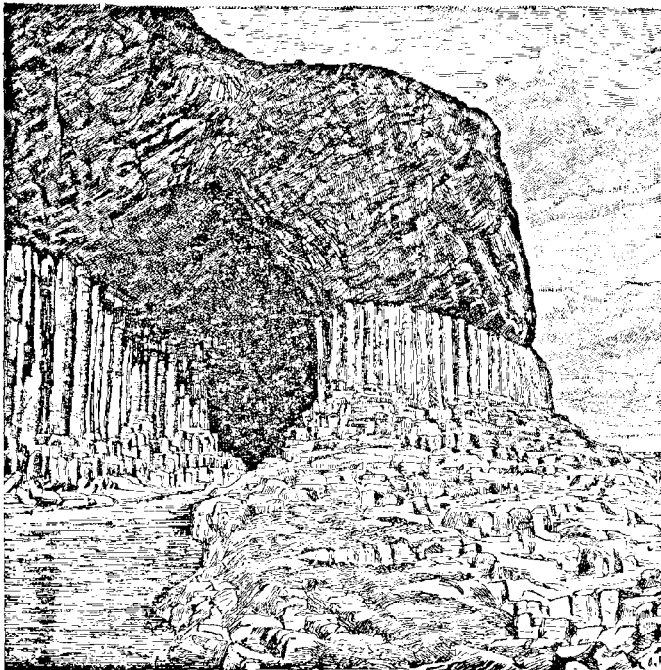

Fig. 66. Basaltes de la grotte de Fingal.
**Etat naturel.** — Le basalte est fréquent en Auvergne et dans l'Ardèche, où il forme parfois des colonnes prismatiques. On cite aussi la Grotte de Fingal dans l'île de Staffa, sur la côte d'Écosse (fig. 66).